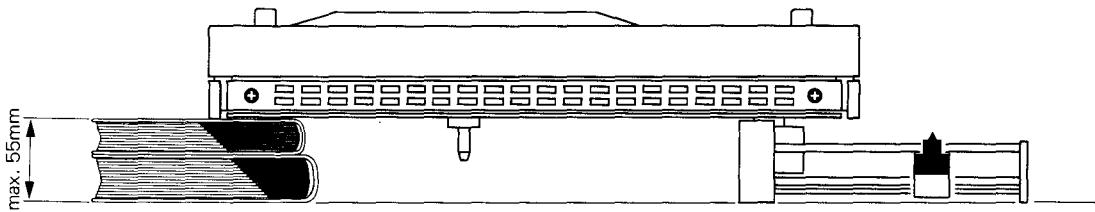

Fig. 1
- Plattenspieler mit der Oberseite auf die Unterlage und die ausgeschwenkte Tonarmführung legen (Fig. 1)
- Turn over the complete turntable and place it onto that support (fig. 1)
- Tournez la table de lecture à l'envers et posez-la délicatement sur son bras et sur la cale (fig. 1)